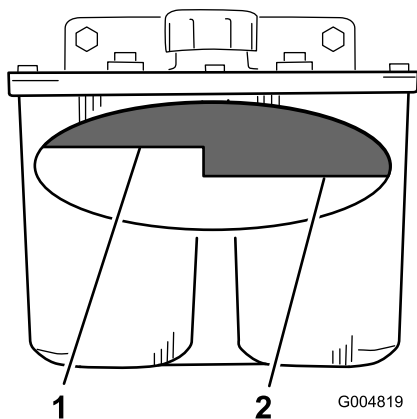

Figure 83
- Nettoyez la surface autour du goulot de remplissage du réservoir hydraulique (Figure 83).
- Enlevez le bouchon du goulot de remplissage et vérifiez qu'il ne reste plus de liquide dans le réservoir en regardant à l'intérieur (Figure 83).
Remarque: Lorsque l'huile est chaude, le niveau de liquide doit atteindre le haut du repère « à chaud » sur le déflecteur (Figure 83).